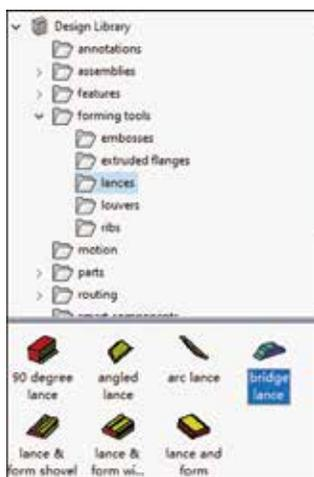

图 5.124 选择成型工具
- **步骤 3** 选择成型工具。在设计库中单击 Design Library 前的 ，展开文件夹，单击 前的 ，再次展开文件夹，选择 文件夹，选中 成型工具，如图 5.124 所示。